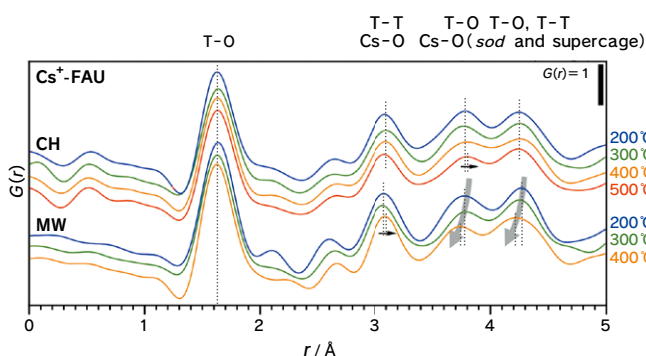

図2 放射光実験で得られた二体分布関数
測定の結果、得られたのが図2です。いったい、この図はどのように見ればよいのでしょうか。
「図2は、HEXTSで測定した、通常の伝熱加熱方法 (CH) でゼオライトを加熱したときの原子分布と、マイクロ波加熱 (MW) で触媒の活性点であるセシウムイオンのみを加熱したときの原子分布を示しています。それぞれのピークが、ゼオライト内のどの原子対に対応するかは、計算によって解析しました。右側の数値は赤外線温度計で測定した触媒の表面温度です。もし、MWでも触媒全体が同じ温度になっていれば、CHとMWは同じ形になるはずですが、右から2つのMWの山を見てもらうと形が変わっています。これは、セシウムイオンの温度が全体の温度と異なることを表しています」